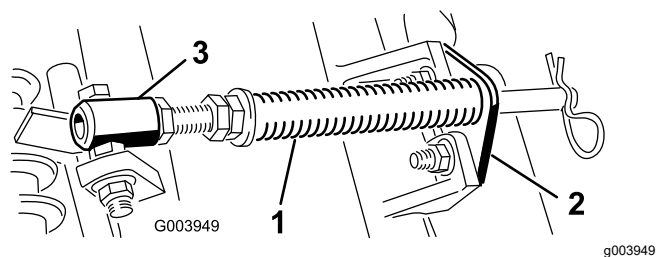

図 10
- A. カッティングユニットのタブにロッドブラケットを固定しているキャリッジボルト2本を外す 図 10。
- B. スプリングチューブのボルトをキャリアフレームのタブに固定しているフランジナット 図 10 を外す。